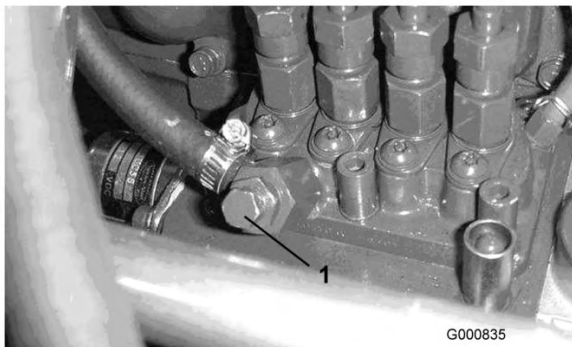

Bild 37
5. Öffnen Sie die Entlüftungsschraube an der Kraftstoffeinspritzpumpe (Bild 37).